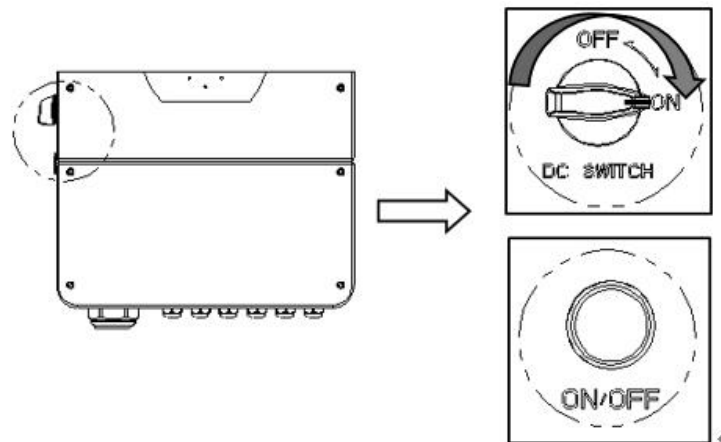

Figura 4.2.3
Paso 4: Coloque el interruptor de CC del inversor en "ON" (Figura 4.2.3).